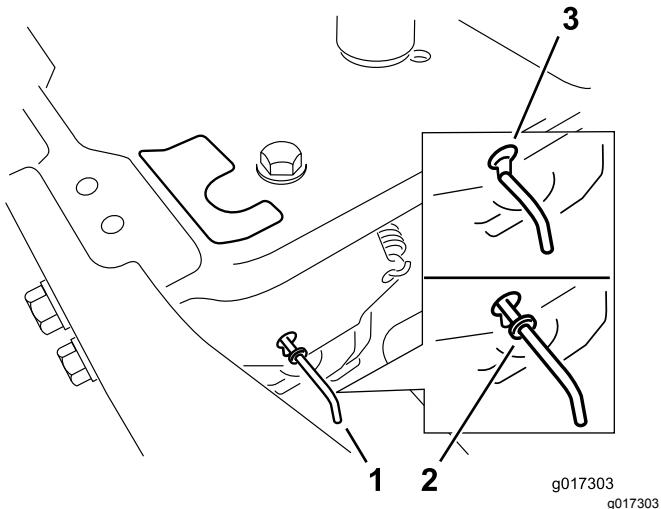

Figure 30
4. Déplacez les leviers de dérivation en avant dans l'encoche en trou de serrure, puis vers le bas pour les verrouiller en position (Figure 30).
Déplacez les leviers de dérivation en arrière dans l'encoche en trou de serrure, puis vers le bas pour les verrouiller en position, comme montré à la Figure 30.